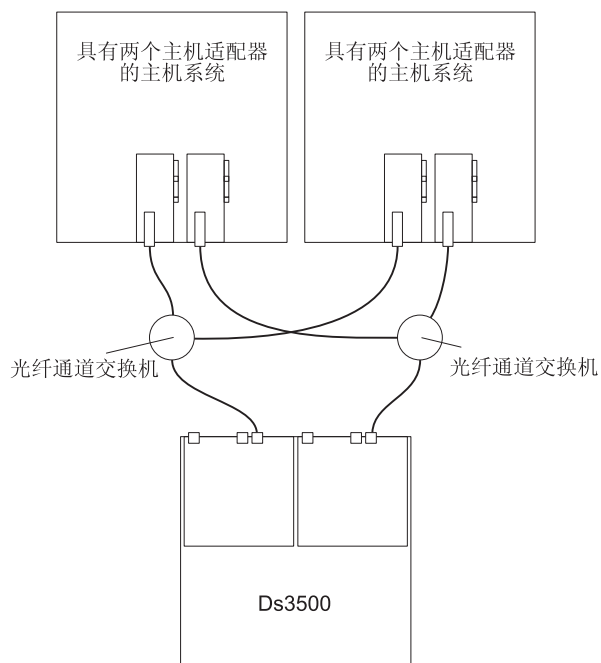

图 3-47. 双光纤通道 SAN 光纤网配置的示例
- 双 SAN 光纤网配置，如第 3-37 页的图 3-47 中所示
在第 3-37 页的图 3-47 中，光纤通道交换机未通过 ISL 连接在一起。每个交换机形成自己的 SAN 光纤网。该配置还用于双节点主机配置。